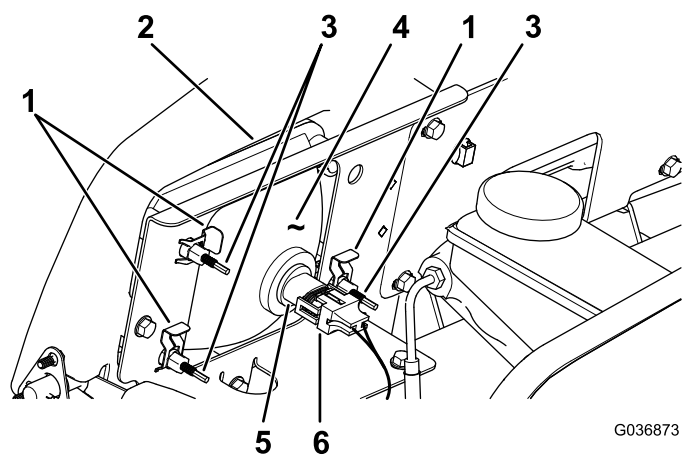

図 52
- ランプアセンブリのコネクタから、ハーネス用のコネクタを外す **図 52**。
4. ヘッドライトをヘッドライトブラケットに固定しているスピードクリップを外す 図 52。
5. ヘッドライトアセンブリ全体を前に押し出して、前バンパーから外す 図 52。
6. 取り付け穴に新しいヘッドライトを取り付ける 図 52。
8. ハーネス用のコネクタを、新しいランプアセンブリのコネクタに接続する 図 52。
2. ヘッドライトアセンブリの裏側部分にある調整ねじ 図 52 を回してヘッドライトアセンブリの角度を変えてビームの方向を調整する。